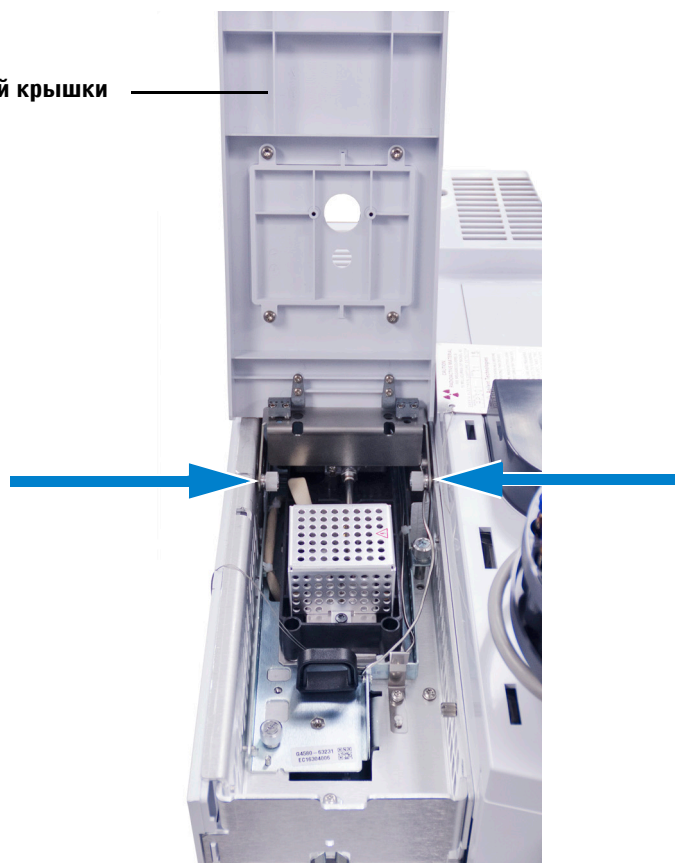

Рис. 9 Запуск мастера обслуживания
- 2 Запустите мастер обслуживания ГХ (Рис. 9) и следуйте подсказкам. Мастер содержит подробное описание шагов по замене хвостовика детектора. Эти шаги предоставлены ниже для справки.